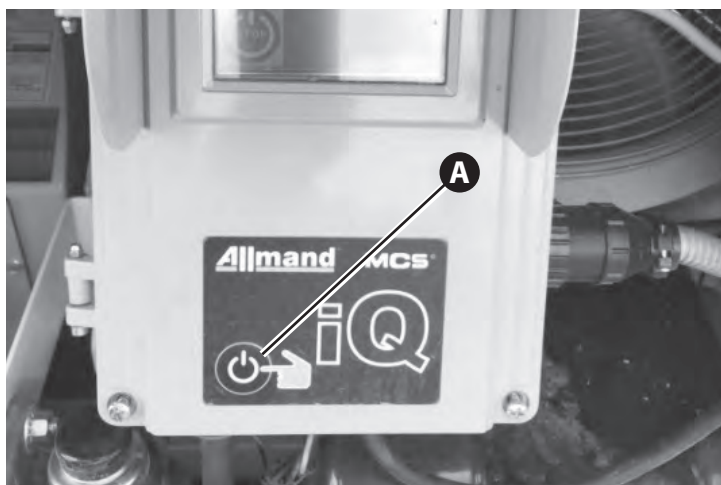

Figure 4.15
- Appuyer et tenir « Start / Stop » sur le module de commande (A, Figure 4.15).